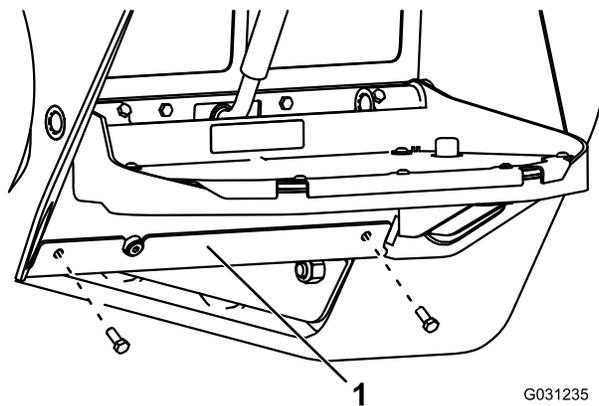

Figura 69
8. Installate la piastra inferiore (Figura 69).
4. Togliete i 2 bulloni che fissano la piastra inferiore e rimuovetela (Figura 69).